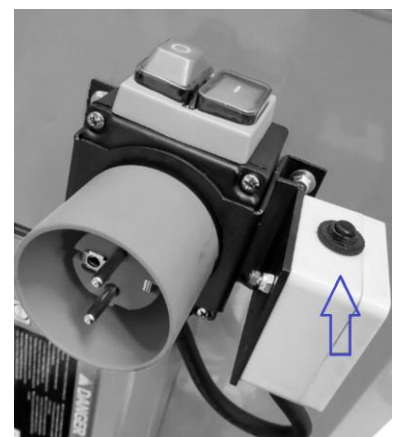

Fig. 8
- Une fois refroidi, appuyez sur le bouton de réinitialisation pour reprendre le fonctionnement (voir Fig. 8).